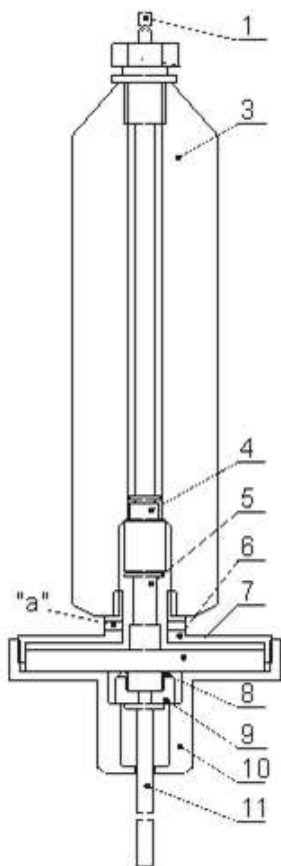

Рис. 4. Схема пробоотборника
4.4.1. Для замены фильтра противопылевого (см. рис. 4):